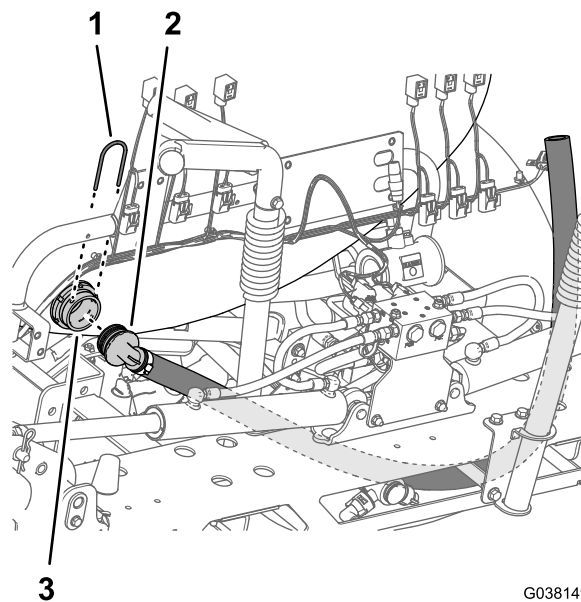

Figura 28
situado en la parte trasera del depósito de fumigación (Figura 28).
2. Retire el acoplamiento dentado de 90° del conector pasamuros (Figura 28).